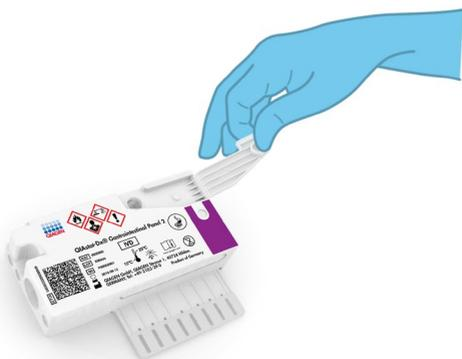

Figura 4. Apertura dello sportellino del campione della porta principale.
4. Posizionare la QIAstat-Dx Gastrointestinal Panel 2 Cartridge in piano sulla superficie di lavoro pulita, in modo che il codice a barre sull'etichetta sia rivolto verso l'alto. Aprire lo sportellino della porta principale sulla parte anteriore della QIAstat-Dx Gastrointestinal Panel 2 Cartridge (Figura 4).